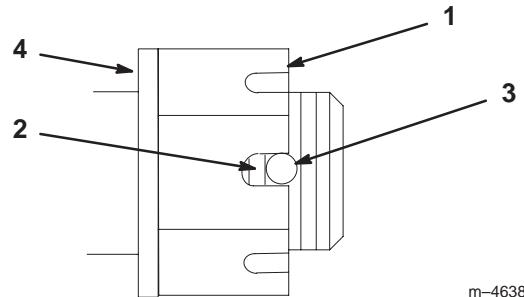

Figure 44
3. Serrez l'écrou crénelé à 170 Nm (Fig. 44).
4. Mesurez l'espace entre la base de la fente de l'écrou et le bord intérieur du trou. On ne doit pas voir plus de deux filets (Fig. 44).
5. Si plus de deux filets sont visibles, enlevez l'écrou et placez une rondelle entre le moyeu et l'écrou (Fig. 44).
6. Serrez l'écrou crénelé à 170 Nm (Fig. 44).
7. Serrez l'écrou jusqu'à ce que le jeu de fentes suivant soit en face du trou de l'axe (Fig. 44).